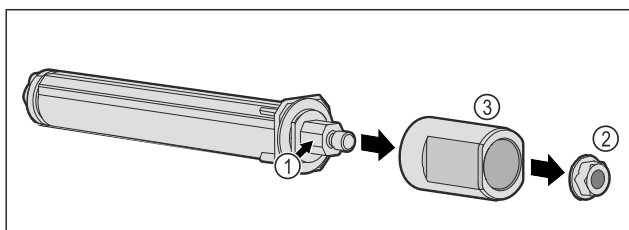

Fig. 58
- ▶ Non disassemblare il sistema di chiusura della porta Fig. 58 (1).
- ▶ Rimuovere il daco Fig. 58 (2).
- ▶ Rimuovere il manicotto Fig. 58 (3).